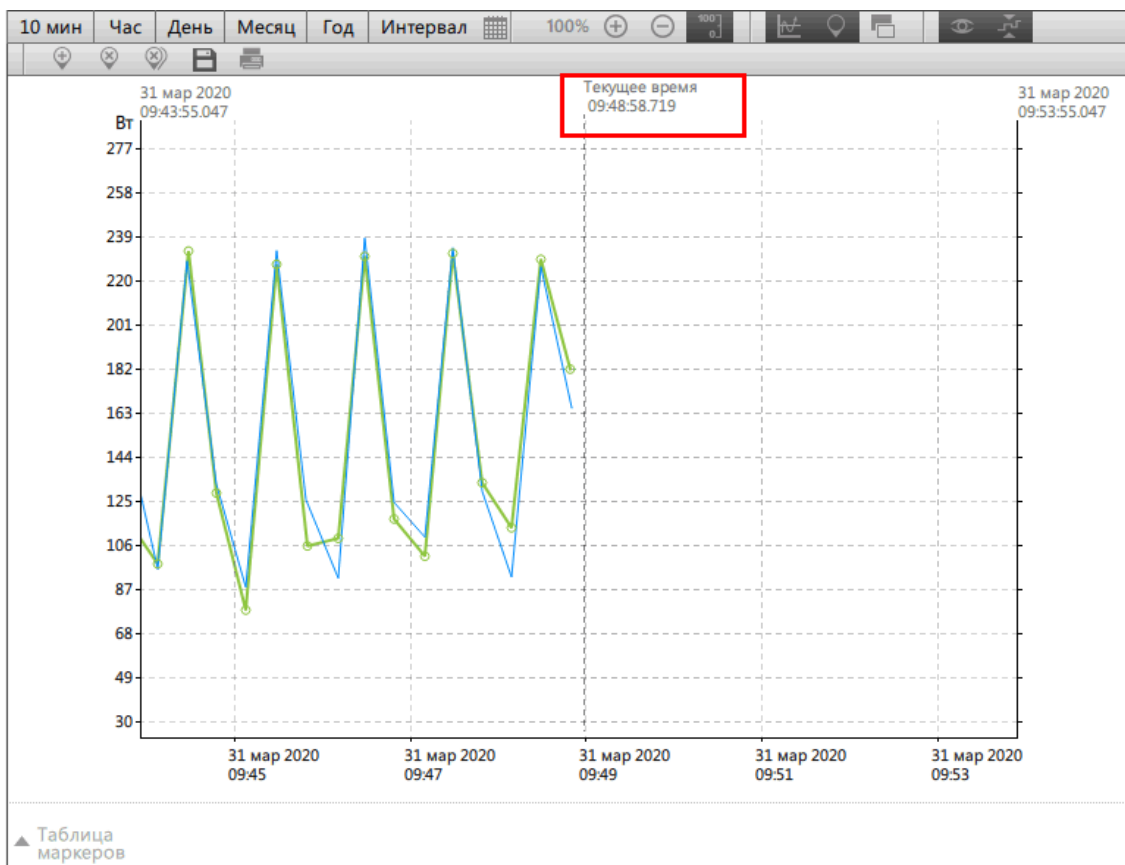

Рисунок 100 - Текущее время по центру
2. **Положение текущего времени** – расположение текущего времени на графике: справа или по центру (Рисунок 100).